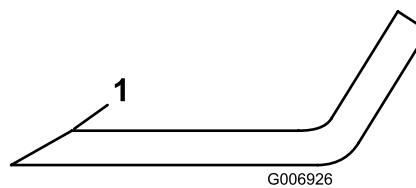

Figure 67
- Examinez les tranchants de toutes les lames. aiguissez-les s'ils sont émoussés ou ébréchés. N'aiguissez que le haut du tranchant et conservez l'angle de coupe d'origine pour obtenir une coupe nette (Figure 67).
- Si elles sont émoussées ou ébréchées, n'affûtez que le haut du tranchant et conservez l'angle de coupe d'origine (Figure 67).